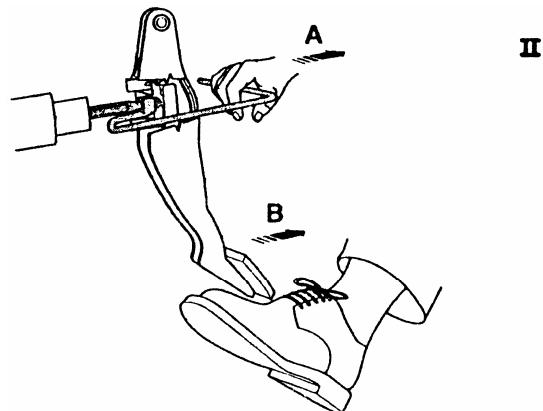

图 13-62 松开制动踏板
(5) 如图 13-62 所示, 固定住制动踏板。轻轻拉动专用工具 (箭头 A), 使球头中的定位凸缘脱开。使专用工具保持拉紧状态, 免得球头上定位凸起再次啮合, 从球头上拔下制动踏板 (箭头 B)。